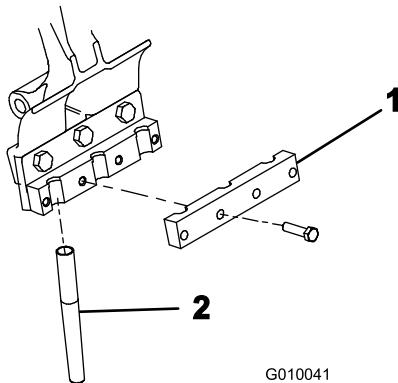

**Figure 24**
- Montez les protège-gazon sur leurs supports au moyen de 4 fixations et 12 écrous à embase (Figure 24). Ne serrez pas les fixations.
**Remarque:** Les fixations et les écrous à embase des protège-gazon sont fixés aux supports de protège-gazon pour l'expédition (Figure 24).